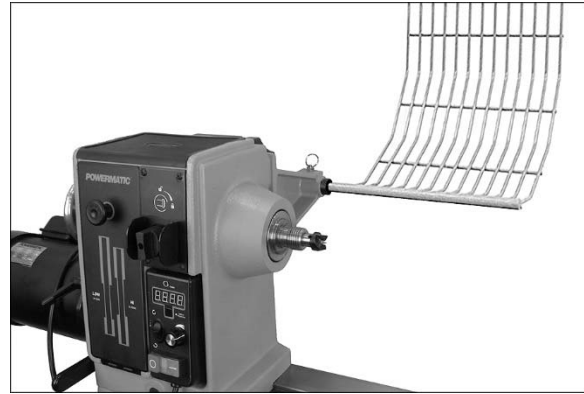

Figura 6-5: protector opcional inclinado hacia atrás
4. El protector puede pivotarse a una de dos posiciones: La modalidad de operación o inclinada hacia atrás para la carga de existencias (mostrada en la Figura 6-5).